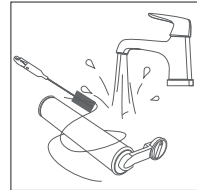

Abb. 15 – Mikrofaserrolle reinigen
- ▶ Reinigen Sie den Mikrofaserrolle unter fließendem Wasser. Nutzen Sie hierzu ggf. auch die mitgelieferte Reinigungsbürste (28) (**siehe Abb. 15**).